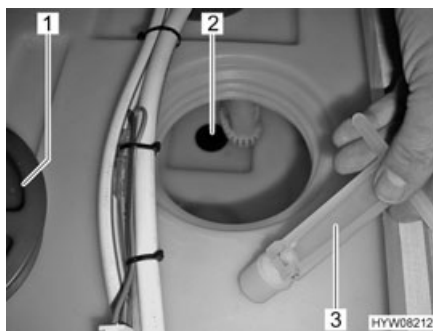

Fig. 111 Tappo di chiusura (serbatoio dell'acqua)
- Svitare il coperchio (Fig. 111,1) del serbatoio dell'acqua.
- Estrarre il tappo di chiusura (Fig. 111,3) dall'apertura di scarico (Fig. 111,2). L'acqua fuoriesce.